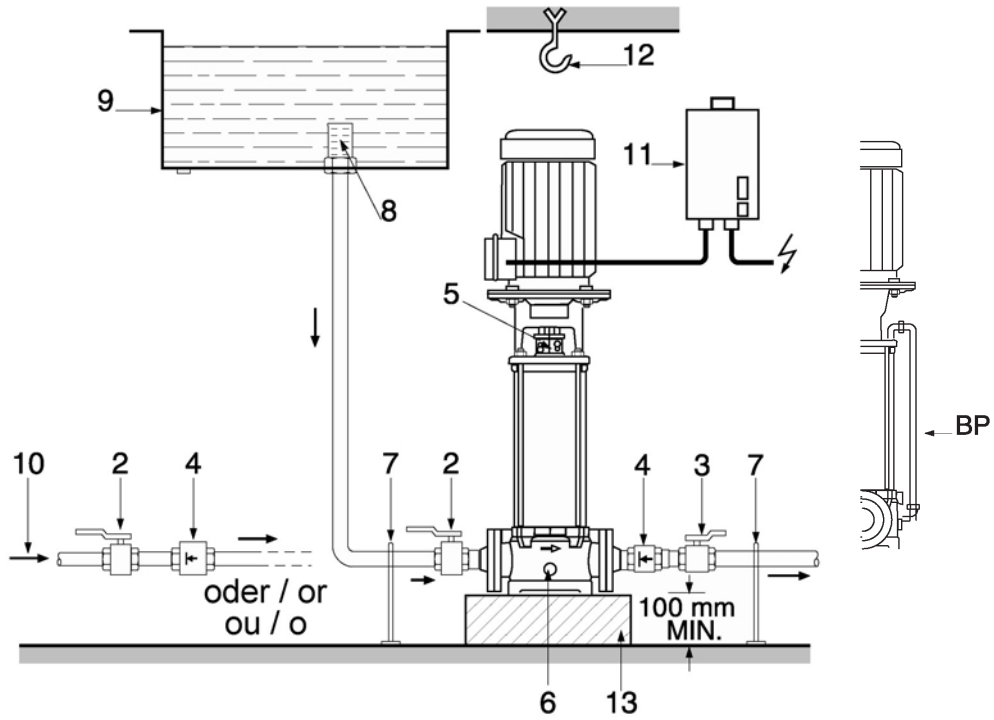

Fig. 2
-устанавливайте насос таким образом, чтобы было достаточно места для обслуживания, ремонта и демонтажа насоса. Насос необходимо устанавливать перпендикулярно на бетонном фундаменте (рис. 2, 3). Между фундаментом и полом необходимо проложить гаситель вибраций (резину) (рис. 2 поз. 13). Размеры для установки и соединения указаны в таблице 1 п. 1.2.1., и на рис. 3
При использовании тяжелых насосов следует вертикально над насосом расположить крюк (рис. 2, поз. 12) или грузоподъемный механизм (общий вес насоса: см. каталог/спецификацию). Крюк позволит при проведении обслуживания или ремонта насоса закрепить подъемное устройство или вспомогательные средства. Следует обеспечить свободное пространство не менее 200 мм.
Подсоедините всасывающий и напорный трубопроводы без механических напряжений. Установите виброгасящие компенсаторы. Трубы должны иметь опоры, чтобы их вес не передавался на насос (рис. 2, поз. 7).
Запорные краны (рис. 2, поз. 2 и 3) должны быть установлены до и после насоса, чтобы избежать необходимости опорожнения и повторного заполнения системы в случае демонтажа/замены насоса. Для уменьшения потерь давления рекомендуется делать всасывающий трубопровод как можно короче, а его диаметр должен быть не менее номинального диаметра всасывающего патрубка насоса. Также избегайте лишних колен у трубопровода и установки арматуры неподходящего проходного сечения. На напорном трубопроводе должен быть установлен обратный клапан (рис. 2, поз. 4)
Если забор воды производится из резервуара, необходимо установить фильтр на всасывающей магистрали (рис. 2, поз. 8), чтобы предотвратить попадание грязи в насос.
При работе с горячими или загазованными средами должна быть установлена перепускная трубка (рис. 2, поз. ВР – принадлежность).
-Закреть оба запорных крана (перед насосом и после него) и отверните винт (рис. 2, поз. 5) для удаления воздуха из насоса на полтора-два оборота.
-Медленно открыть запорный кран (рис. 2, поз. 2) на входе в насос, подождать пока воздух не выйдет из насоса полностью и из отверстия для удаления воздуха не начнет течь вода. Заверните винт.
Если место установки не защищено от замерзания, то в холодное время года необходимо слить воду из насоса и трубопровода. Для слива воды из насоса необходимо: закрыть запорные вентили на всасывающем и напорном трубопроводах, открыть сливное отверстие (рис.2, поз. 6) и винт для удаления воздуха (поз. 5).